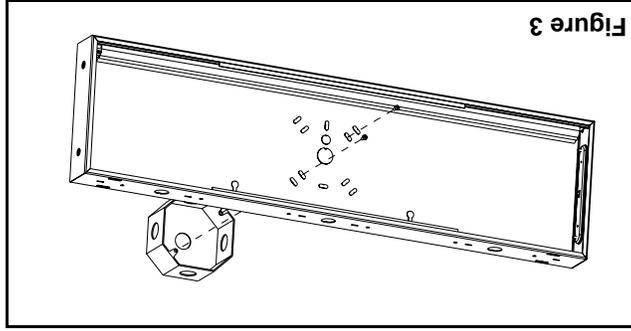

**Figure 1**
3. Pour ouvrir l'enseigne glisser la face découpée et le diffuseur de couleur pour les sortir du boîtier (voir fig. 1).